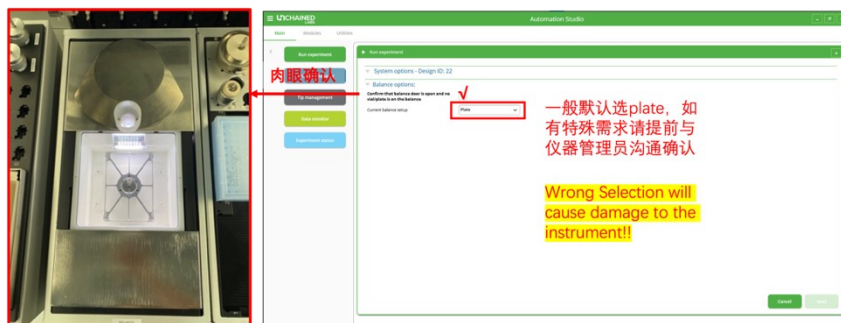

图 6-4-6
- 3) 确认天平状态: 运行开始时, 会先打开天平, 请务必肉眼确认内部是空的以及载架选择正确后 (如图 6-4-6 左), 勾选 “Confirm that balance door is open and no vial/plate is on the balance”, 天平设置选择 Plate (如图 6-4-6 右, 注